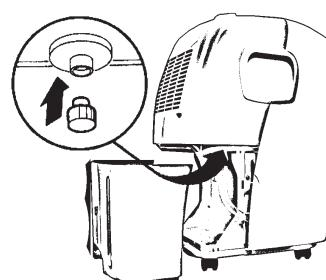

Fig. 7
2. Avlägsna vattenbehållaren. Ta pluggen från baksidans utlopp och placera det över utloppet (**B**) på insidan av avfuktaren (**Fig. 7**).